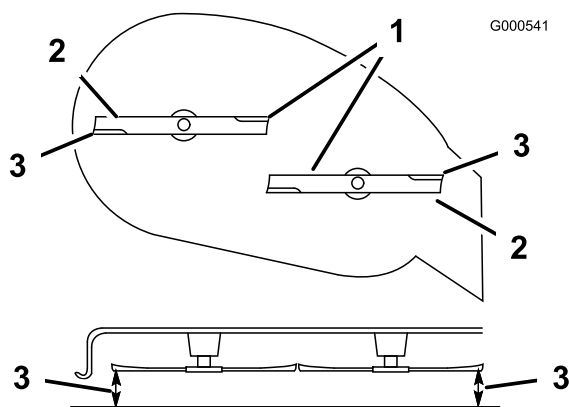

Figure 43
5. Tournez prudemment les lames pour qu'elles soient parallèles dans le sens transversal (Figure 43). Mesurez la distance entre les tranchants extérieurs et le sol plat (Figure 43). Si les deux mesures diffèrent de plus de 5 mm (3/16"), un réglage s'impose. Poursuivez la procédure.